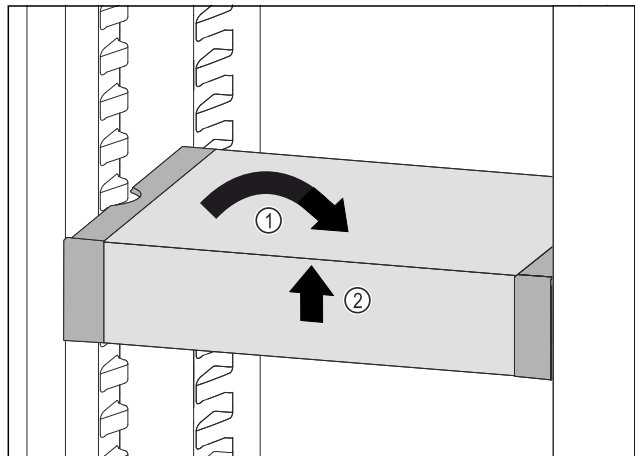

Fig. 81
- ▶ Установите VarioSafe прямо. Fig. 81 (1)
- ▶ Приподнимите VarioSafe спереди. Fig. 81 (2)